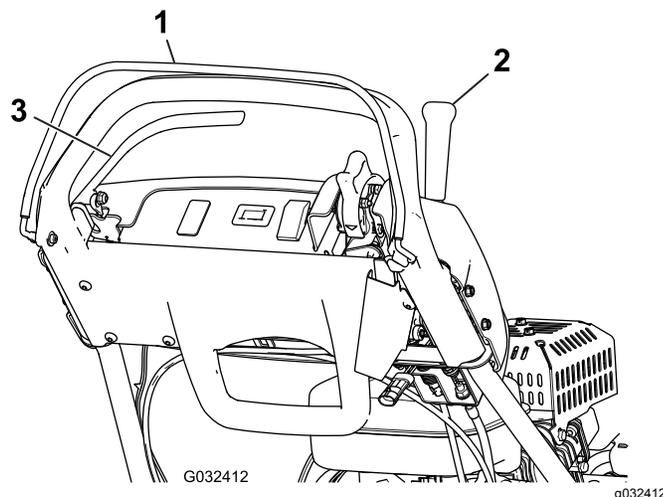

Рисунок 29
3. Попробуйте привести в действие рычаг управления тягой при ненажатом механизме контроля присутствия оператора (Рисунок 29). Рычаг управления тягой **не должен** включаться. Если рычаг управления тягой включается, система блокировки нуждается в обслуживании. Устраните неисправность до начала работы на машине; см. Обслуживание блокировочного выключателя тяги \(страница 37\).
4. При нажатом механизме контроля присутствия оператора и включенном рычаге управления тягой отпустите механизм контроля присутствия оператора (Рисунок 29). Рычаг управления тягой **должен** отключиться. Если рычаг управления тягой не отключается, то система блокировки нуждается в ремонте. Устраните неисправность до начала работы на машине; см. Обслуживание блокировочного выключателя тяги \(страница 37\).
5. При нажатой рукоятке КПО передвиньте рычаг влево, чтобы включить привод барабана и тяговый привод, а затем отпустите рукоятку КПО (Рисунок 29). Рычаг
6. При нажатой рукоятке КПО передвиньте рычаг влево, чтобы включить привод барабана и тяговый привод, а затем переведите рычаг вправо для отключения привода барабана (Рисунок 29). Привод барабана **должен** отключиться. Если привод барабана не отключается, система блокировки нуждается в ремонте. Устраните неисправность до начала работы на машине; см. Обслуживание блокировочного выключателя тяги \(страница 37\).
2. При нажатой рукоятке КПО, включенном рычаге управления тягой в положении запуска (Рисунок 29) попробуйте запустить двигатель. Двигатель **не должен** запускаться. Если двигатель запускается, блокировочный выключатель нуждается в ремонте. Устраните неисправность до начала работы на машине; см. Обслуживание блокировочного выключателя тяги \(страница 37\).
2. При рычаге управления тягой в положении «Выкл.», включенном рабочем тормозе и органах управления двигателем в положении пуска (Рисунок 29) попробуйте запустить двигатель. Двигатель **должен** запускаться. Если двигатель не запускается, то блокировочный выключатель нуждается в ремонте. Устраните неисправность
3. При работающем двигателе включите рабочий (но не стояночный) тормоз, нажмите рукоятку КПО и включите рычаг управления тягой (Рисунок 29). Двигатель должен работать, преодолевая сопротивление тормоза, но не должен останавливаться. Если двигатель сразу же остановился, блокировочный выключатель нуждается в ремонте. Устраните неисправность до начала работы на машине; см. Обслуживание блокировочного выключателя тормоза \(страница 38\).
4. При работающем двигателе затяните фиксатор стояночного тормоза, нажмите рукоятку КПО и включите рычаг управления тягой (Рисунок 29). Двигатель **должен** остановиться. Если двигатель не останавливается, блокировочный выключатель нуждается в ремонте. Устраните неисправность до начала работы на машине; см. Обслуживание блокировочного выключателя тормоза \(страница 38\).